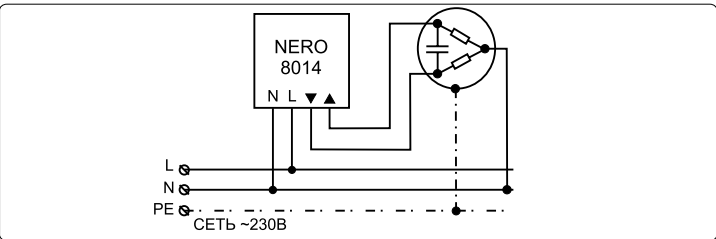

Рисунок 1. Схема подключения Nero 8014
- Ознакомиться со стандартной схемой подключения (см. рис. 1).
- Подключить синий (голубой) провод электропривода с помощью дополнительного клеммного соединителя к «нейтралю» питающей сети (см. рис. 1).
- Подключить провод направления «ВВЕРХ» электропривода к контакту ▲ устройства (см. рис. 1).
- Подключить провод направления «ВНИЗ» электропривода к контакту ▼ устройства (см. рис. 1).
- Подключить к контакту «N» устройства «нейтраль» питающей сети ~230 В (см. рис. 1).
- Подключить к контакту «L» устройства «фазу» питающей сети ~230 В (см. рис. 1).